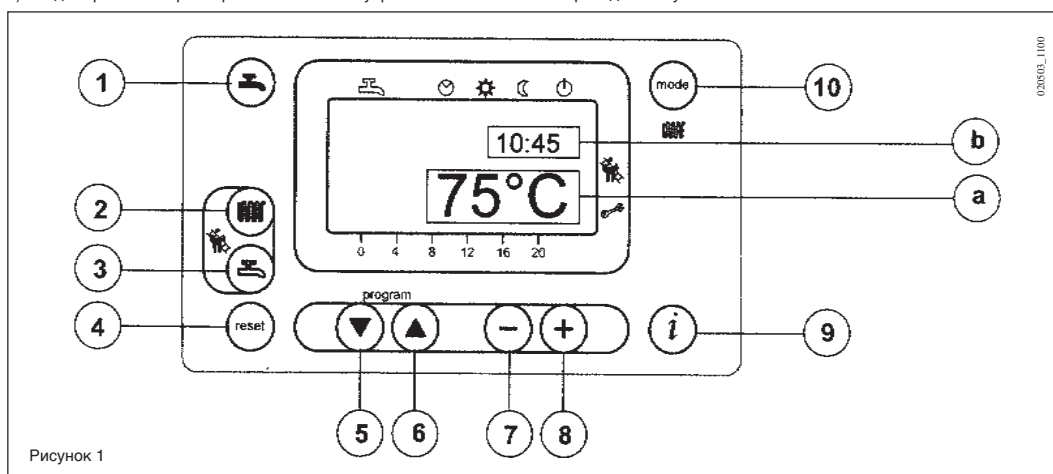
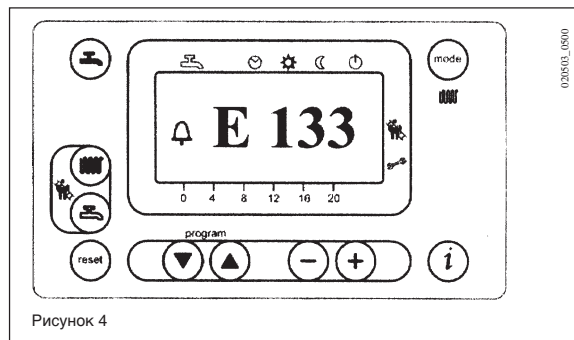
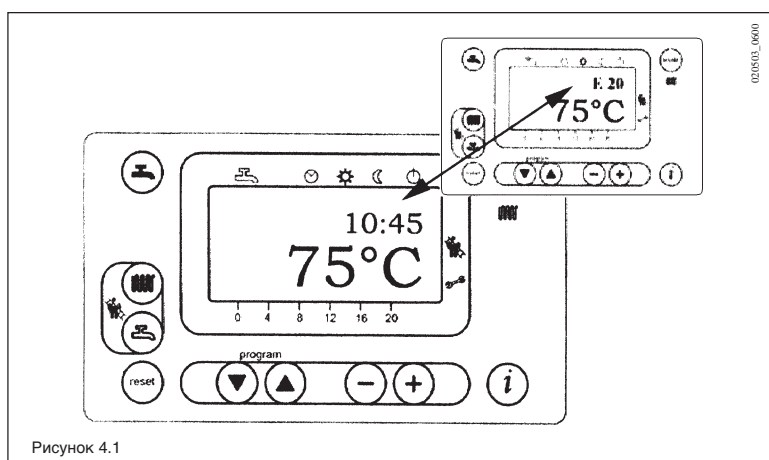

Рисунок 1
Рисунок 4
Рисунок 4.1
- Нажать кнопку (поз. 2 на рис. 1) для регулировки температуры воды системы отопления.
- Нажать одну из этих двух кнопок (поз. 1 или 10 на рис. 1) для записи заданного параметра в память и возврата к главному меню.
Примечание - Если к котлу подключен внешний зонд, при помощи кнопки (поз. 2 на рис. 1) можно смещать кривую отопления. Нажать кнопки для уменьшения или увеличения комнатной температуры обогреваемого помещения.
- Нажать кнопку (поз. 3 на рис. 1) для регулировки максимальной температуры хозяйственной воды.
На главный дисплей (см. рис. 1 а) аварийные сигнализации выводятся вместе с символом  (см. рис. 4).
На вспомогательном дисплее (см. рис. 1 б) поочередно появляются аварийная сигнализация и время, оба мигающих (см. рис. 4.1). Выведенные на вспомогательный дисплей сигнализации могут быть погашены только после устранения причины, вызвавшей их.